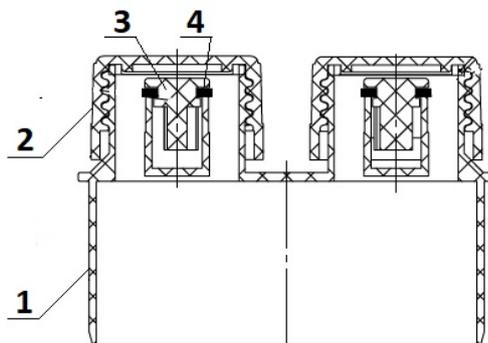

Рисунок 27 – Конструкция вакуумного клапан (аэратора)
3.3. Вакуумный клапан (аэратор) рис. 27 предназначен для выравнивания давления в системе внутренней канализации, для предотвращения выбивания водного затвора из сифонов и предотвращения попадания в помещения неприятных запахов в система хозяйственно-бытовой канализации.